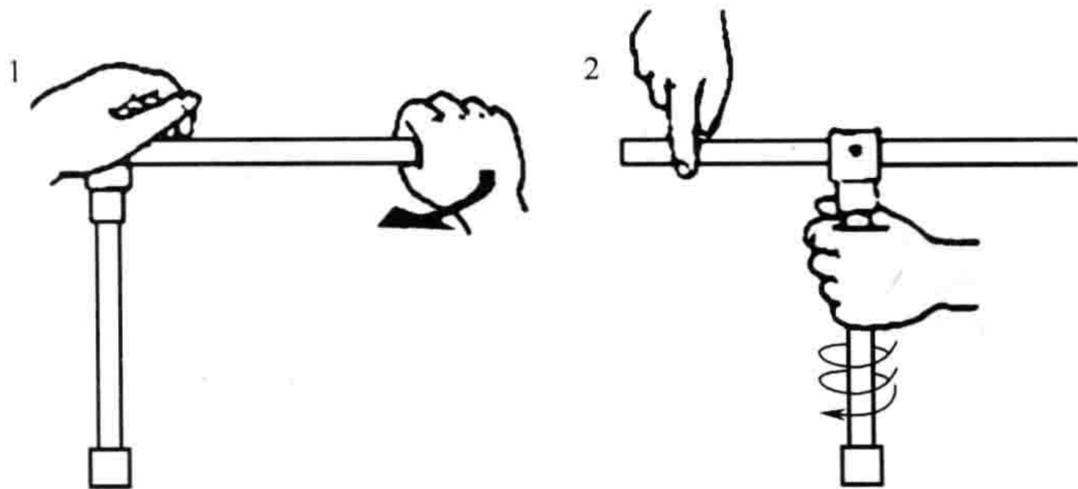

图 1-16 滑杆的使用方法
① 滑杆也称滑动 T 形杆，是套筒专用配套手柄，横杆部可以滑动调节。通过滑动方榫部分，手柄可以有 2 种使用方法，如图 1-16 所示。方榫位置在一端，形成 L 形结构，从而增加力矩，达到拆卸或紧固螺栓的目的，与 L 形扳手类似。方榫部分在中部位置，形成 T 形结构，两只手同时用力，可以增加拆卸速度，但要求的工作空间很大。